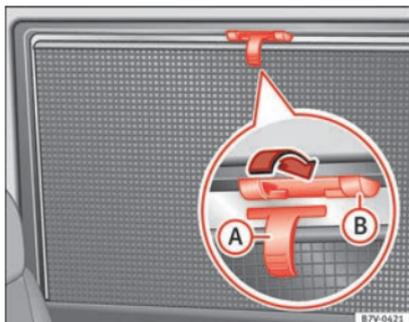

Fig. 142 Dans la fenêtre arrière droite : stores.
- Tirez complètement sur le store grâce à la poignée » fig. 142 (A) vers le haut.
- Accrochez la tige de fixation par les deux œillets dans les logements prévus à cet effet (B). Vérifiez que le store baissé est fixé de manière sûre dans les logements prévus à cet effet (B).